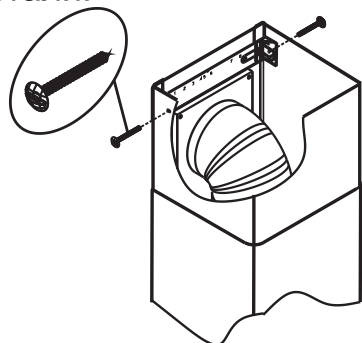

РИС. 8
6.4. Установите фальштрубы. Выдвиньте верхнюю фальштрубу, навесьте ее на кронштейн (рис.8) и закрепите винтами 3,5x11мм.